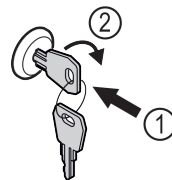

Fig. 210
- Schlüssel hineindrücken. Fig. 210 (1)
- Schlüssel um 90° im Uhrzeigersinn drehen. Fig. 210 (2)